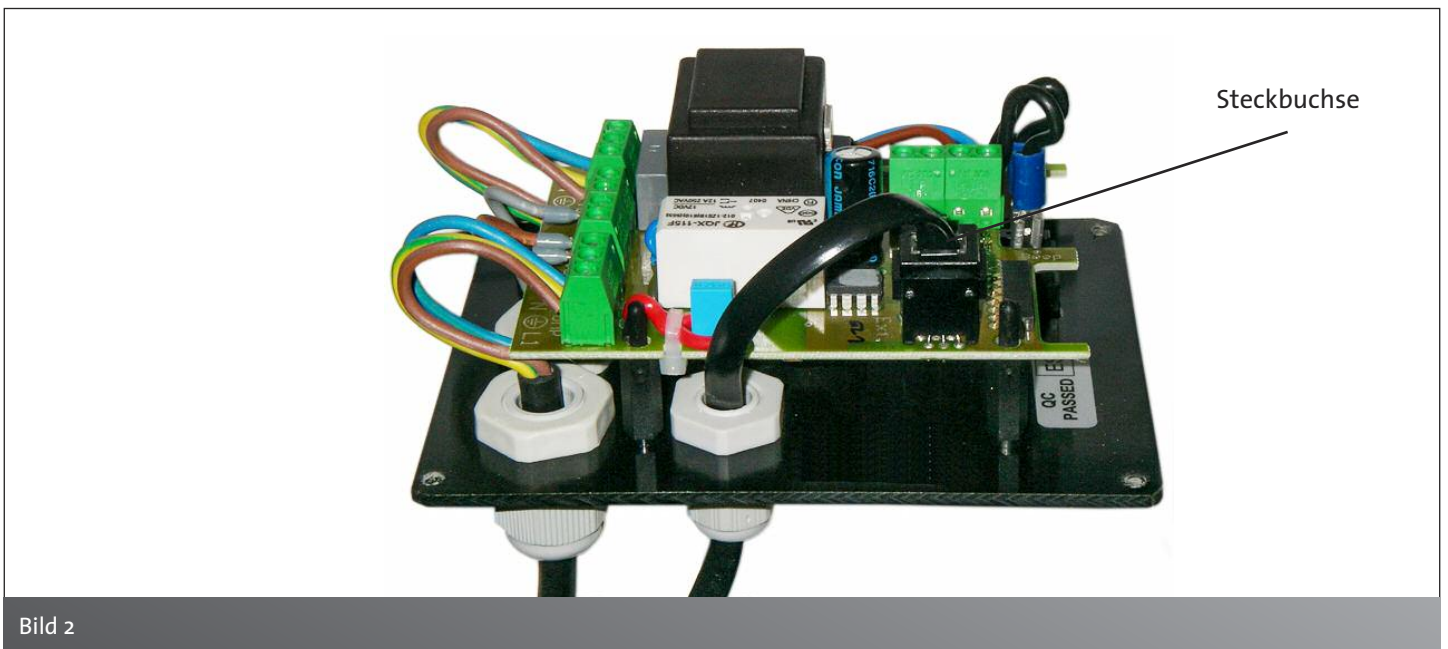

Bild 2
- Einen PG7-Stopfen von der Steuerungsfront entfernen und die Verbindungsleitung mit der PG7-Verschraubung durch die Front führen und befestigen, siehe Bild 2